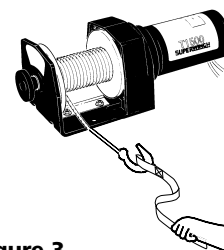

Figure 3
8. TENEZ-VOUS À L'ÉCART DU TREUIL, DU CÂBLE SOUS TENSION ET DU CROCHET LORSQUE LE TREUIL EST EN MARCHÉ. Ne mettez jamais les doigts dans le crochet. Vous pourriez perdre votre doigt au cas où il serait pris dans le crochet. UTILISEZ TOUJOURS LA BARRE PROTÈGE-MAINS lorsque vous guidez l'entrée et la sortie du câble. (Voir la Fig. 3.)